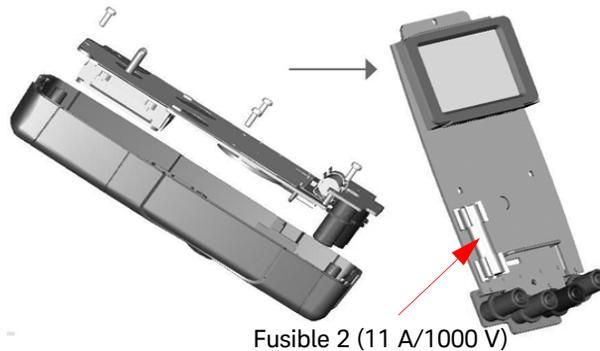

Figura 4-3 Reemplazo del Fusible 2
- 5 Si quiere sustituir el Fusible defectuoso 2, extraiga el Fusible. Afloje los cuatro tornillos (se muestra en la Figura 4-3) para levantar y extraer el tablero de circuito de la carcasa superior.
- 6 Extraiga con cuidado el Fusible 2 defectuoso haciendo palanca en un extremo del fusible flojo y retirándolo del soporte, consulte la Figura 4-3.